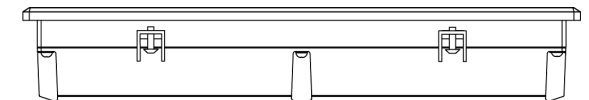

Рисунок 1 – Установлення кріпильних затискачів
3. Кріпильні затискачі вставити у вирізи на верхній і нижній сторонах корпусу (див. *рисунок 1*).